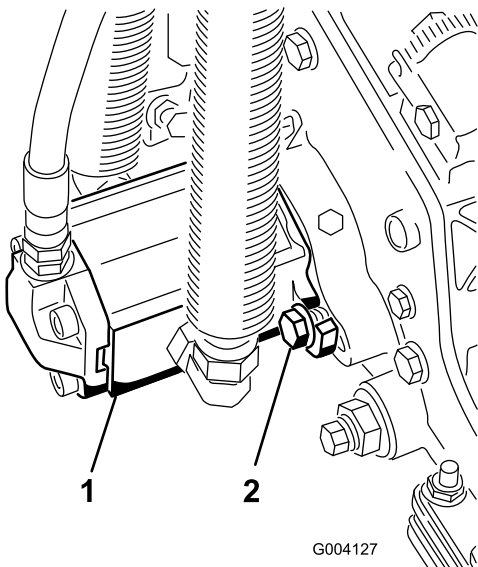

Bild 13
16. Montieren Sie den Motor; drehen Sie ihn nach rechts, damit die Motorflansche nicht die Schrauben berühren (Bild 13). Drehen Sie den Motor nach links, bis die Flansche die Schrauben umgeben. Ziehen Sie die Schrauben dann an.